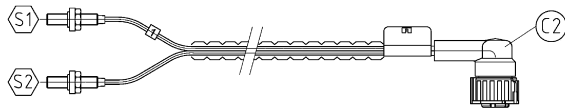

Abb. 4
- 1 x Sensorsatz mit 2 Sensoren – für Fernanzeige (Abb. 4).